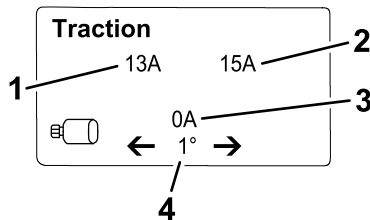

Figura 22
- **Pantalla de información de tracción** (Figura 22): muestra el ángulo de dirección actual y el amperaje asignado a cada motor de tracción.